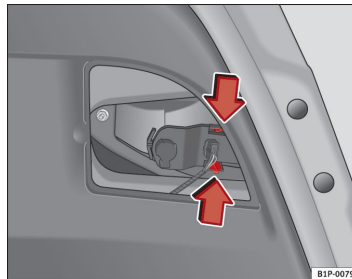

Fig. 172 Afmontering af pæreholder
- Træk pæreholderen ud ved at trykke tapperne ind ⇒ Fig. 172.